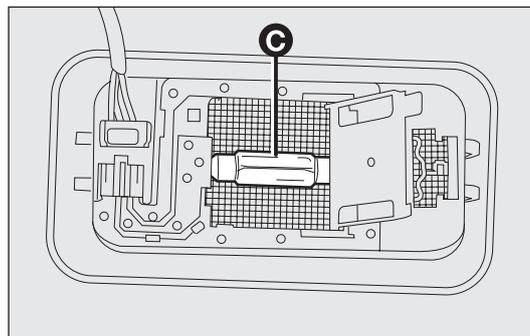

fig. 162
- sustituya la lámpara C-fig. 162 separándola de los contactos laterales; introduzca la nueva lámpara asegurándose de que quede bloqueada correctamente entre los contactos;